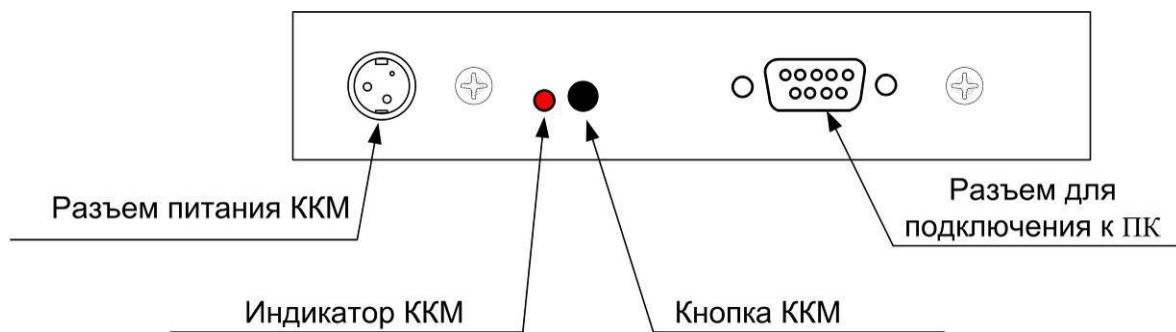

Рисунок 14 – Задняя панель принтера (KKM).
2.4.2. Установите планку на заднюю панель принтера (см. рис. 14).
2.6.2. Для запуска технологического прогона необходимо включить ККМ, удерживая кнопку ККМ (см. рис. 14). После трёх звуковых сигналов отпустить кнопку. Начнётся печать технологического прогона (см. след. страницу):